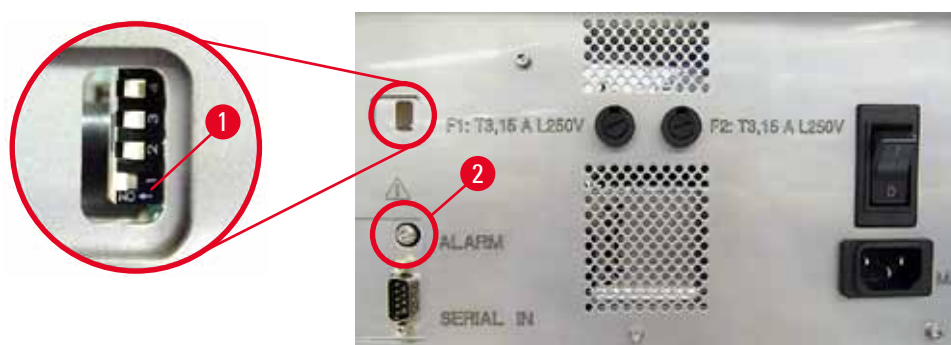

Fig. 40
- » Para desactivar el pitido, empuje el interruptor que está más abajo (→ "Fig. 40-1") hacia la derecha (→ "Fig. 40").